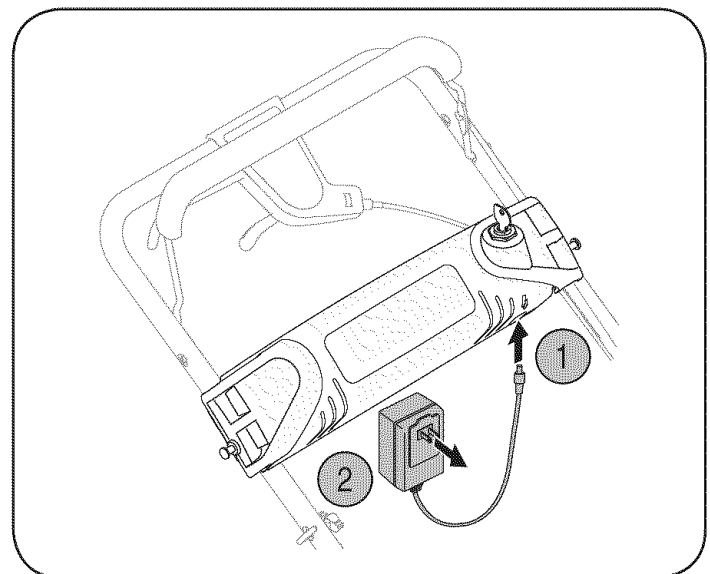

Figura 22
1. Enchufe el cargador de la batería dentro del orificio en la parte inferior del alojamiento de la batería. Vea la Figura 22.